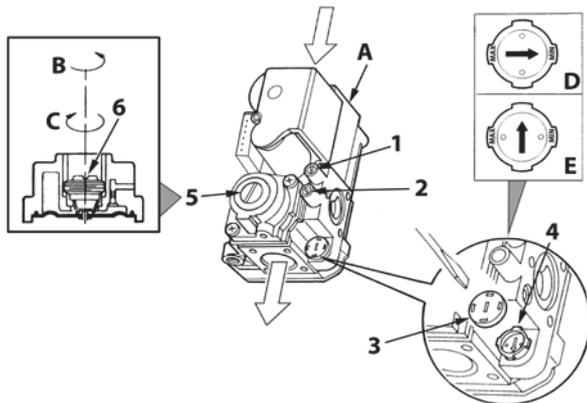

рис. 17 - Регулирование давления
На котле PEGASUS D можно регулировать тепловую производительность горелки и, следовательно, тепловую мощность, передаваемую воде системы отопления; это делается исключительно путем регулировки основной горелки с помощью газового вентиля (см. рис. 17). На графиках, приведенных в параграфе сар. 5.2, показано изменение передаваемой воде тепловой мощности в зависимости от изменения рабочего давления горелки. Возможность приведения мощности котла в соответствие с реальными потребностями отопления означает, прежде всего, снижение потерь и экономию топлива. Кроме того, при регулировке мощности, регламентированной также стандартом, котлы сохраняют значения КПД и характеристики сгорания почти без изменений.
1. С помощью небольшой отвертки снимите защитный колпачок 5 вторичного привода газового вентиля рис. 17.
2. Подключите манометр к клемме давления 2 (рис. 17), расположенной после газового вентиля, затем переведите ручку термостата котла на максимум.
3. Регулируйте давление с помощью винта 6 (рис. 17) на желаемое значение, руководствуясь диаграммами, приведенными в параграфе сар. 5.2.
2. Снимите с газового вентиля маленький защитный колпачок 3 (рис. 17). С помощью маленькой отвертки регулируйте "СТУПЕНЬ" розжига на основании выбранного для работы газа (G20-G25 положение D рис. 17 или G30-G31 положение E рис. 17); установите на место защитный колпачок.
- Спустите воздух из газопроводных труб через штуцер отбора давления 1 газового вентиля (рис. 17).